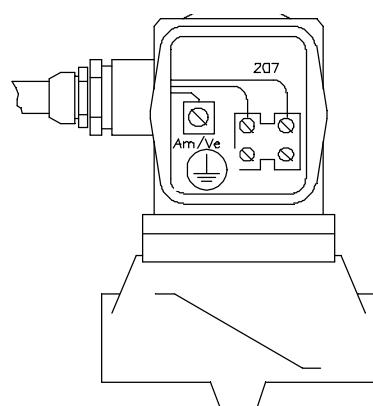

fig. 22
- Secure the plug to the electrovalve terminals and tighten the screws, refer to *fig. 22*.
- Fijar la conectora a los bornes de la electroválvula y apretar el tornillo, según *fig. 22*.
- Fixer le connecteur aux bornes de l'électrovanne et serrer la vis, voir *fig. 22*.